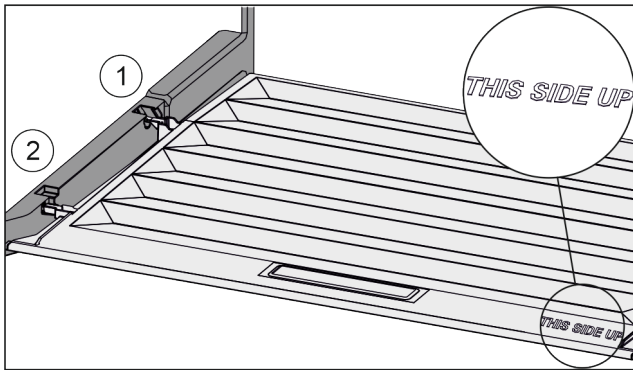

Fig. 91
- ▶ Deckelstege über Öffnung der hinteren Halterung Fig. 91 (1) einführen und vorne in Halterung Fig. 91 (2) einrasten.